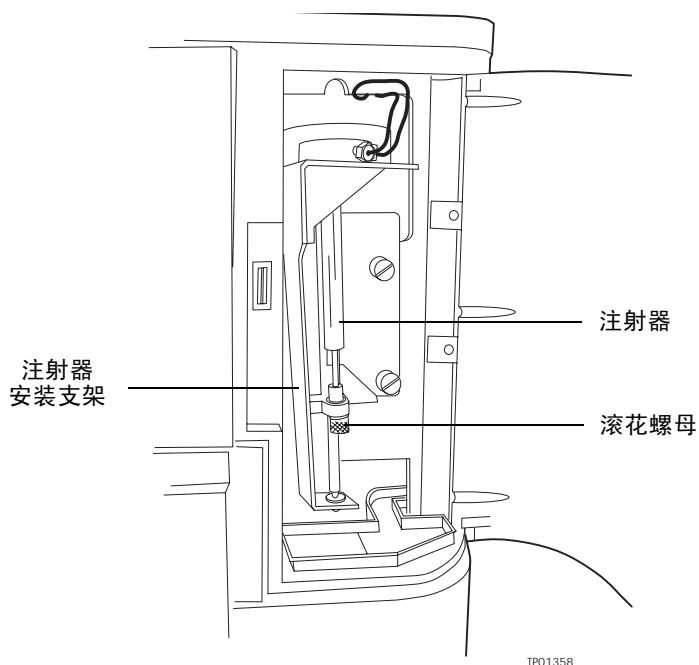

图 7-11 注射器装置组件
3. 卸下将注射器筒固定到注射器安装架的滚花螺母（图 7-11）。